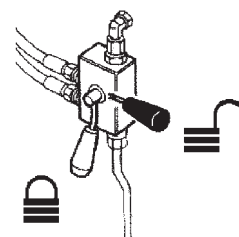

fig. 5
- assicurarsi che il rubinetto **R1** della valvola del martinetto stabilizzatore **S1** sia chiuso (per la posizione di chiuso o aperto vedi fig. 5);